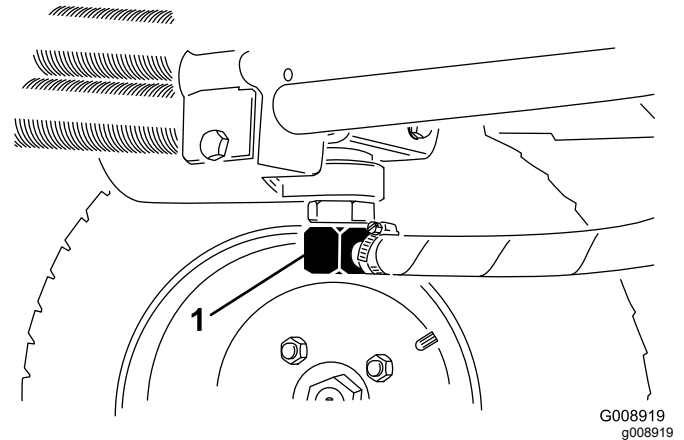
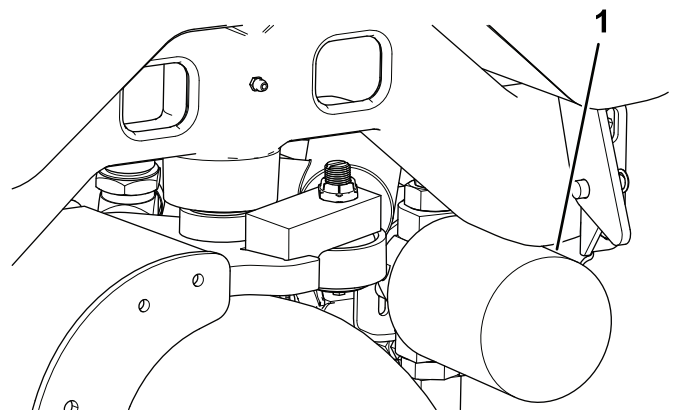

Figura 75
Figura 76
3. Desconecte el tubo hidráulico (Figura 75) o retire el filtro hidráulico (Figura 76) y deje fluir el aceite hidráulico en un recipiente apropiado.
4. Coloque un recipiente debajo del filtro (Figura 76) y retire el filtro.